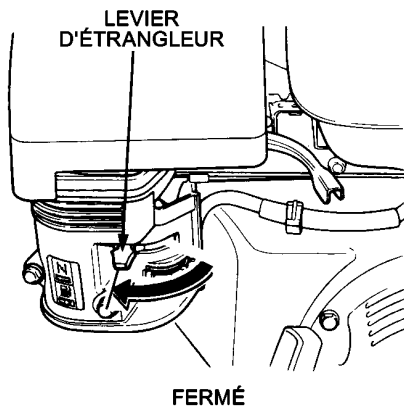

Figure 15. Levier d'étrangleur du moteur (fermé)
- Placez le **levier d'étrangleur** (Figure 15) en position «**FERMÉ**» si vous voulez démarrer un **moteur chaud** ou si **la température est chaude**.
- Si le moteur a démarré, remettez lentement le levier d'étrangleur (Figure 15) à la position **FERMÉ**. Si le moteur n'a pas démarré, répétez les étapes 1 à 6.